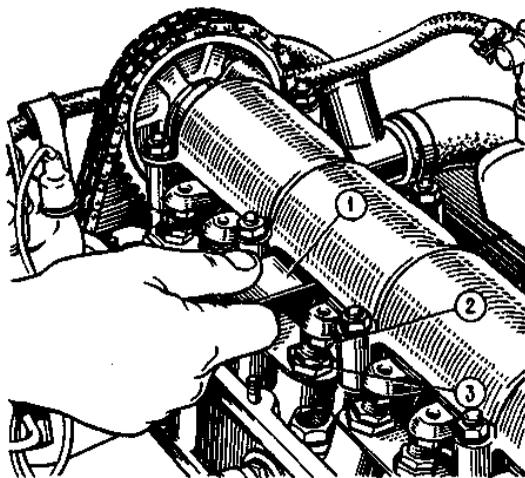

Рис. 2.30. Проверка зазора между рычагами и кулачками распределительного вала: 1 – щуп А.95111; 2 – регулировочный болт;
- вставьте между рычагом и кулачком распределительного вала плоский щуп А.95111 толщиной 0,15 мм и гаечным ключом заворачивайте или отворачивайте болт с последующим затягиванием контргайки, пока щуп не будет входить с легким защемлением (рис. 2.30);